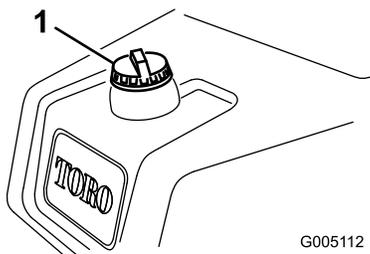

図 22
1. 燃料キャップの周囲をきれいに拭いてキャップを外す **図 22**。